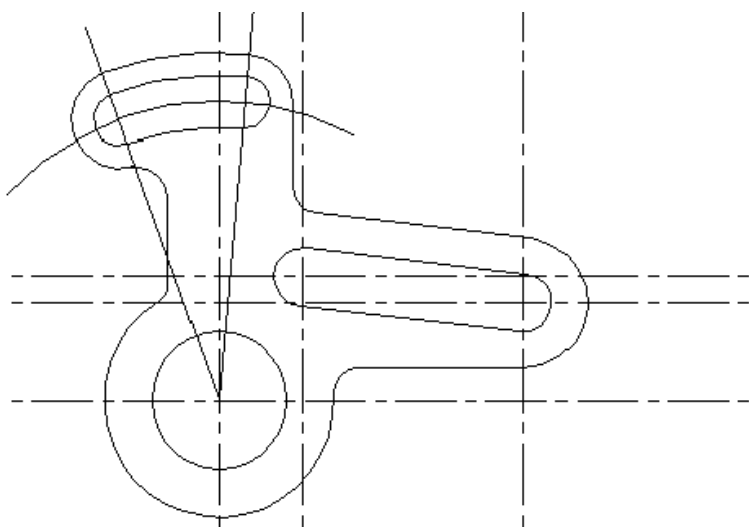

图 6-59
(25)单击【修改】工具栏上的按钮，把多余的线段剪切。如图 6-59 所示：